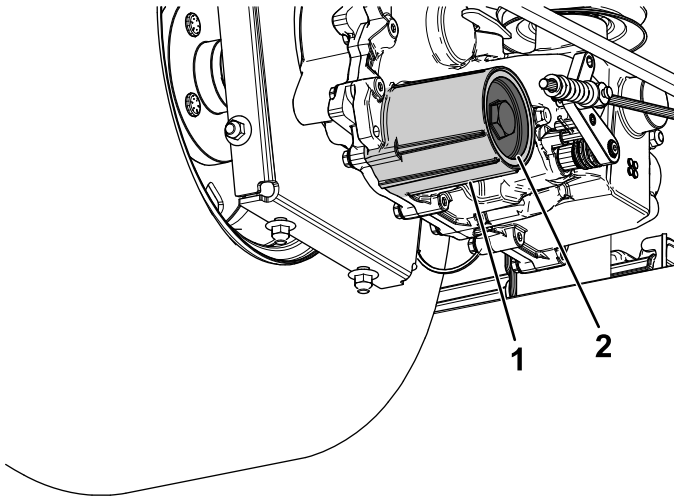

Bild 72
- Entfernen Sie den Deckel des Hydraulikölfilters am Getriebe, um das Hydrauliköl abzulassen (Bild 72).